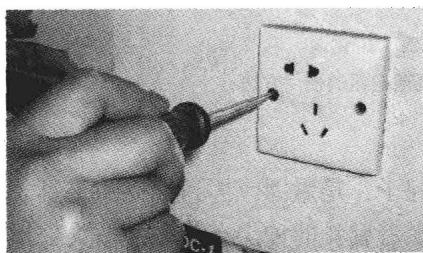

图 1-6 大螺钉旋具的使用方法
①大螺钉旋具的使用。大螺钉旋具一般用来紧固较大的螺钉。使用时，除大拇指、食指和中指要夹住握柄外，手掌还要顶住柄的末端，这样就可以防止旋具转动时滑脱，如图 1-6 所示。